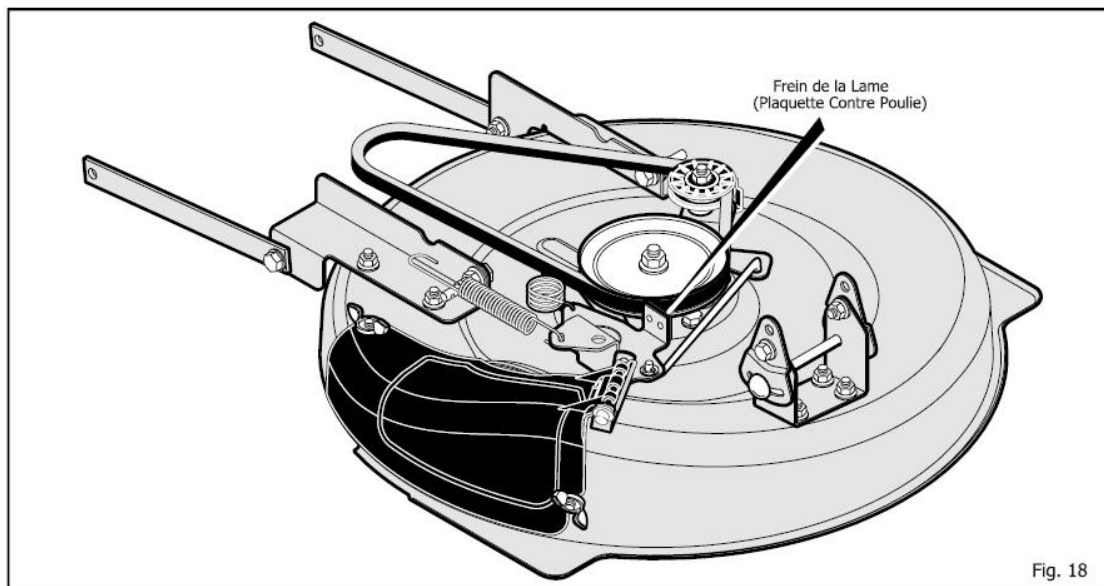

Fig. 18
7. Vérifier le fonctionnement du **frein de la lame**. Faire tourner la poulie manuellement. S'assurer que la **plaquette de frein** est fermement ajustée à la poulie (Figure 18).